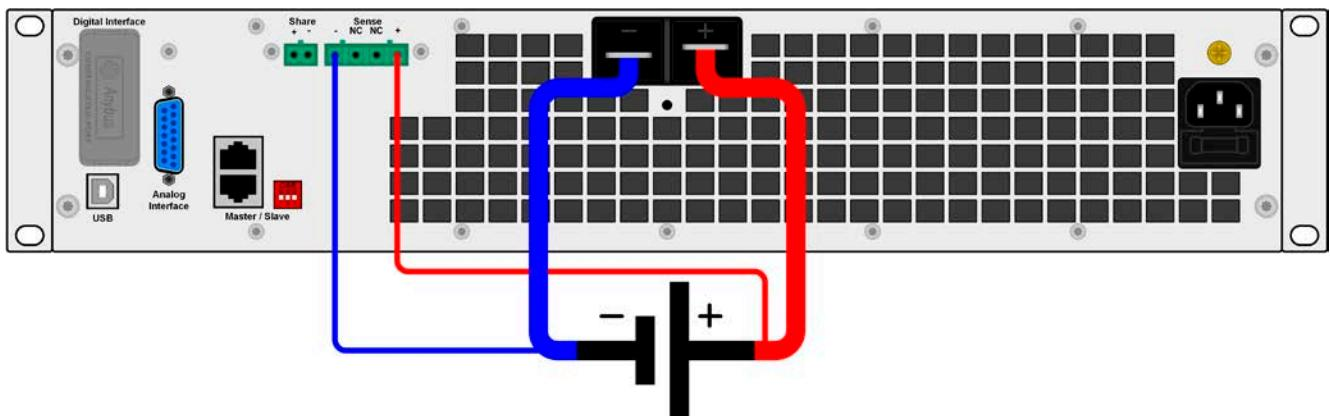

图 7 – 远程感测接线原理
- 感测线跟源极之间要+与+，-与-相连，否则会损坏两个系统。见图 7。